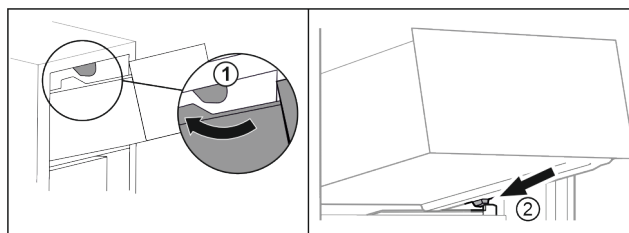

Fig. 83
- ▶ Før skuffen rundt de øvre stopperne. Fig. 83 (1)
- ▶ Sett skuffen på skrå bak de nederste stopperne på beholderribben. Fig. 83 (2)